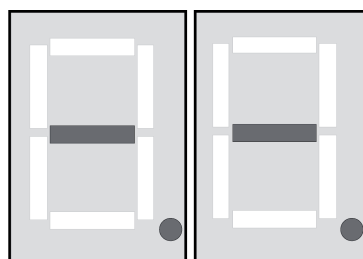

Figure 9: Affichage « - - » – suppression d'un émetteur radio
- Appuyer sur la touche **Enter** (9) pendant env. 3 secondes.
L'affichage (13) indique « - - » (figure 9). L'émetteur radio est supprimé de la mémoire pour ce canal radio.